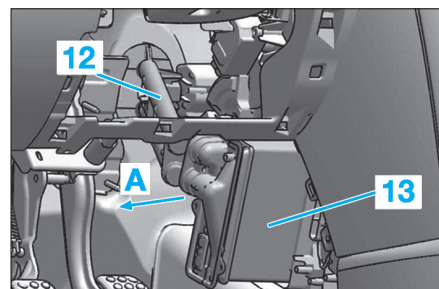

Fig. 25
- Dégager en (A), le radiateur de chauffage, puis déposer le tuyau (12) (Fig.25).